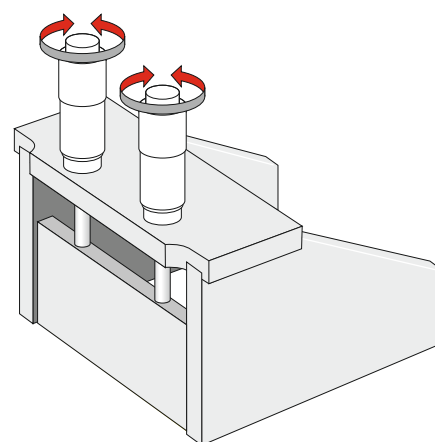

Figura 3
- 2 Ajuste los micrómetros con el hueco deseado para la cuchilla (Figura 3).